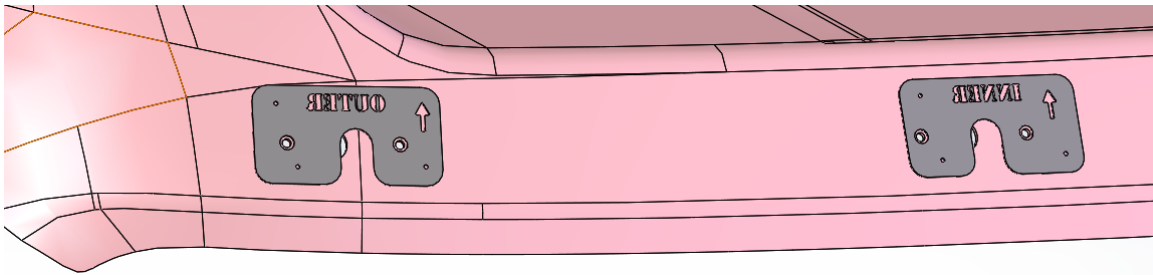

Figura 4: Orientación correcta de las plantillas en el lado del Pasajero
6. Repita los pasos 3-5 en el lado del pasajero. Las plantillas Adentro y Afuera se re-usarán, pero el texto debe ir al revés cuando se posicionaron de forma correcta. Vea la Figura 4 abajo para referencia.